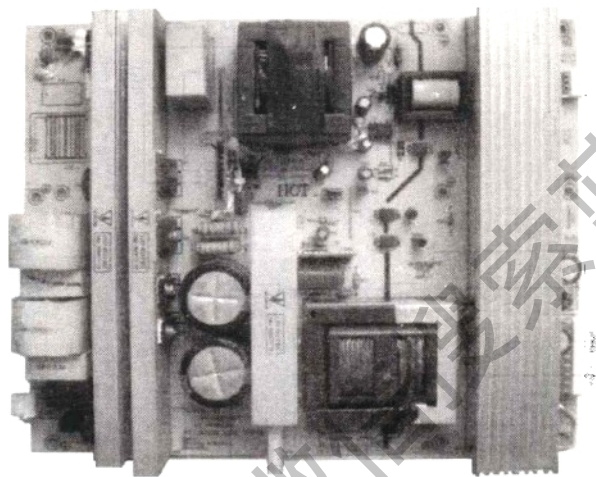

图 7-1 TCL LCD40K73 液晶电视电源板
1. TCL LCD40K73 液晶电视电源板 (见图 7-1)